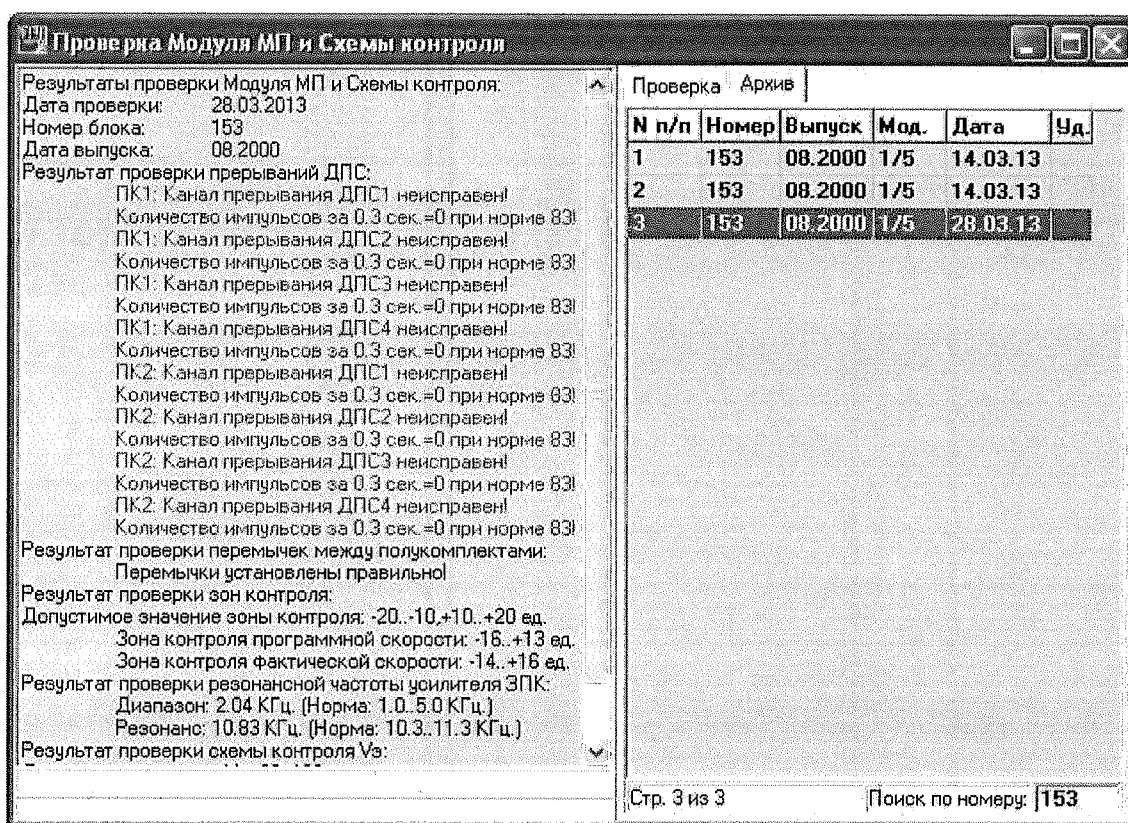

Рисунок 17
1.6.5 Режим «Архив» позволяет просматривать результаты ранее проведенных комплексных проверок (рисунок 17). Управление архивом осуществляется при помощи выпадающего меню при нажатии на правую кнопку мыши.